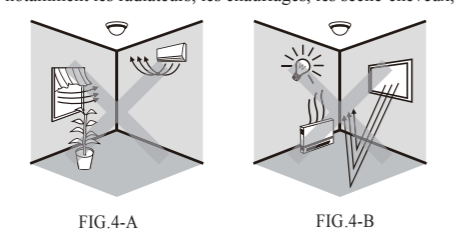

FIG. 4-A FIG. 4-B
- Puisque le détecteur est sensible au changement de température, veuillez éviter les conditions suivantes. (Voir FIG.4-A & FIG.4-B):